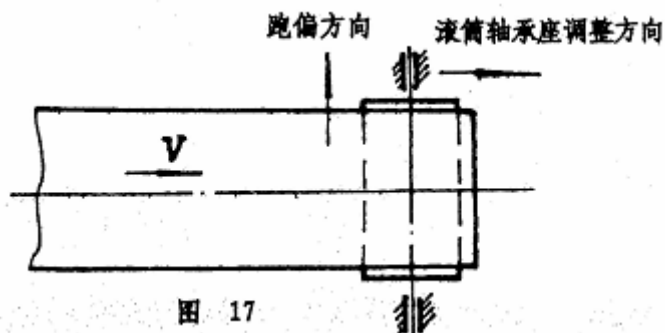

图 17
(1) 调整输送带的跑偏
①头部输送跑偏, 调整头部传动滚筒。其方向 (如图 17), 调整好后将轴承座处的定位块焊死, 此时驱动装置可以不再跟随移动。